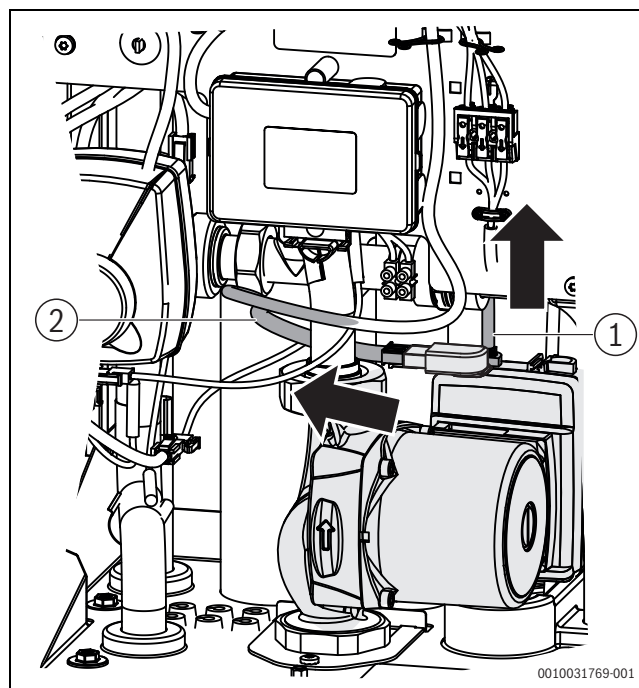

Fig. 38 Débranchement du connecteur
- ▶ Retirer 2 connecteurs (alimentation électrique et signal) sur la pompe (→ fig. 38).